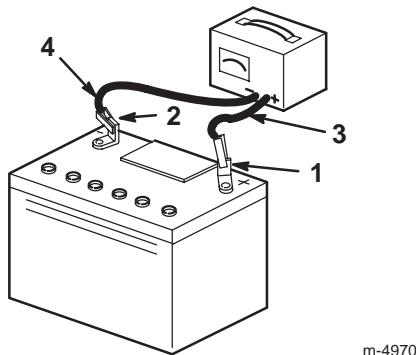

Figure 20
- Débranchez les fils du chargeur des bornes de la batterie (Fig. 20).